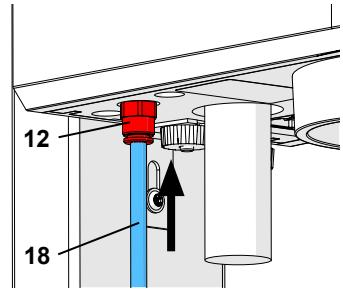

Рис. 5-а
**!** У предыдущих моделей смесителей входной фильтр (13) расположен вне прибора (Рис. 5-б). В этих случаях шланг для сжатого воздуха (18) следует вставить во входной фильтр (13). При этом должно ощущаться незначительное сопротивление.